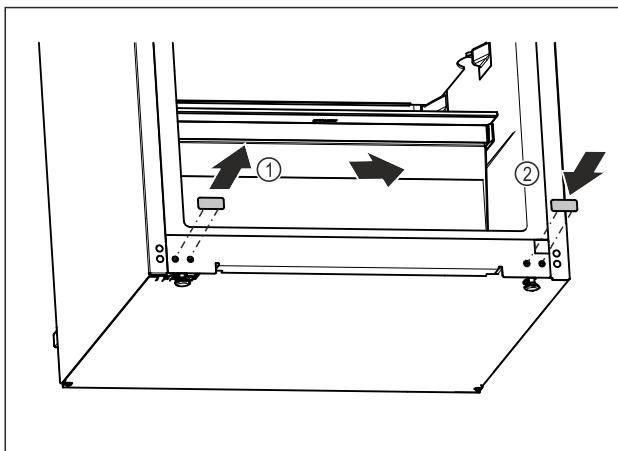

Fig. 17
- Витягніть заглушки. Fig. 17 (1)
- Вставте заглушки з протилежного боку. Fig. 17 (2)